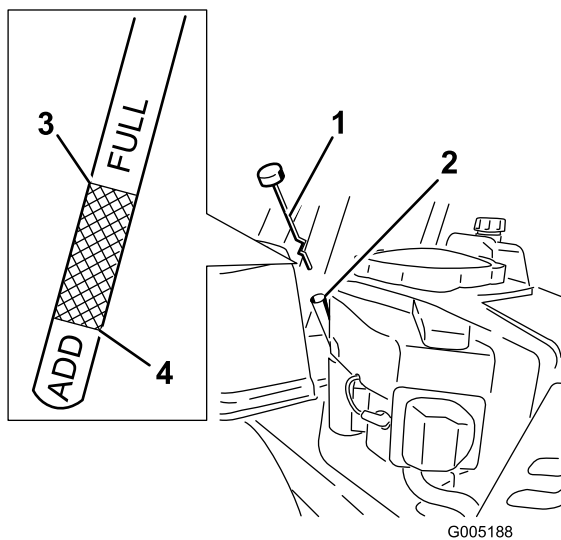

Bild 30
4. Ziehen Sie den Fülldeckel bzw. den Peilstab heraus und wischen Sie das Öl ab. Setzen Sie den Peilstab wieder ein und drücken Sie ihn richtig rein (Bild 30).
- Entfernen Sie den Peilstab und prüfen den Ölstand. (Bild 30).
8. Nehmen Sie den Öleinfüllstutzendeckel/Peilstab ab (Bild 30).
14. Gießen Sie ca. 80 % der angegebenen Ölmenge langsam in den Einfüllstutzen (Bild 30).
15. Setzen Sie den Ölfüllstutzendeckel/Peilstab ein (Bild 30).
16. Prüfen Sie den Ölstand (Bild 30); siehe Prüfen des Ölstands“.
18. Setzen Sie den Deckel des Öleinfüllstutzens bzw. den Peilstab ein und schrauben Sie ihn fest (Bild 30).